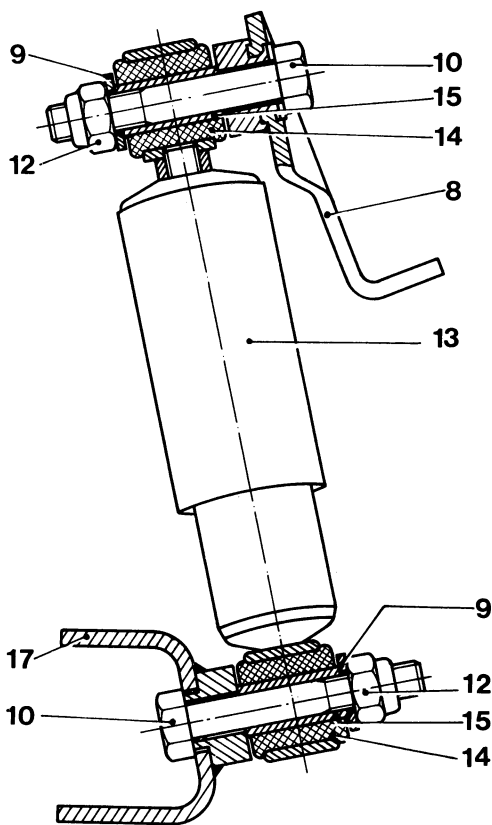

Fig. 9
7. Wanneer de schokbreker 13 niet goed meer is of indien de rubbers defect zijn, kan de schokbreker gedemonteerd worden door de bevestigingsbout 10 (fig. 9) te verwijderen.